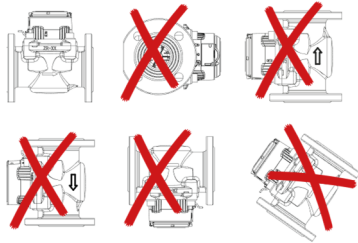

Рис. 4. Лічильник типу WPD... може бути змонтований тільки на горизонтальній ділянці
Турбінний лічильник води типу WPD... (DN50) з фланцевим приєднанням призначений для комерційного обліку води, в тому числі питної, в системах водопостачання, та різних системах водоспоживання. Тип лічильника – турбінний, сухого типу. Максимальний робочий тиск 1,6 МПа (16 бар). Лічильники типу WPD... призначені для монтажу на напірному **тільки горизонтальному (H)** трубопроводі (Рис. 4). Лічильник підготовлений під встановлення імпульсного виходу або радіо (LoRaWAN або wireless M-Bus) накладки або M-Bus накладки, для подальшої комунікації з різними системами дистанційного зчитування даних з лічильників води. Даний лічильник має захист від зовнішнього магнітного поля, а конструкція показувального пристрою захист від проникнення твердих предметів, пилу та води (можна встановлювати в місцях з високою вологістю, під землею або у шахтах, які можуть затоплюватися; забезпечує надійну роботу у складних умовах, де є ризик потрапляння води (наприклад, у колодязях чи трубопроводах)). Ціна імпульсу залежить від типу датчика та діаметру лічильника.